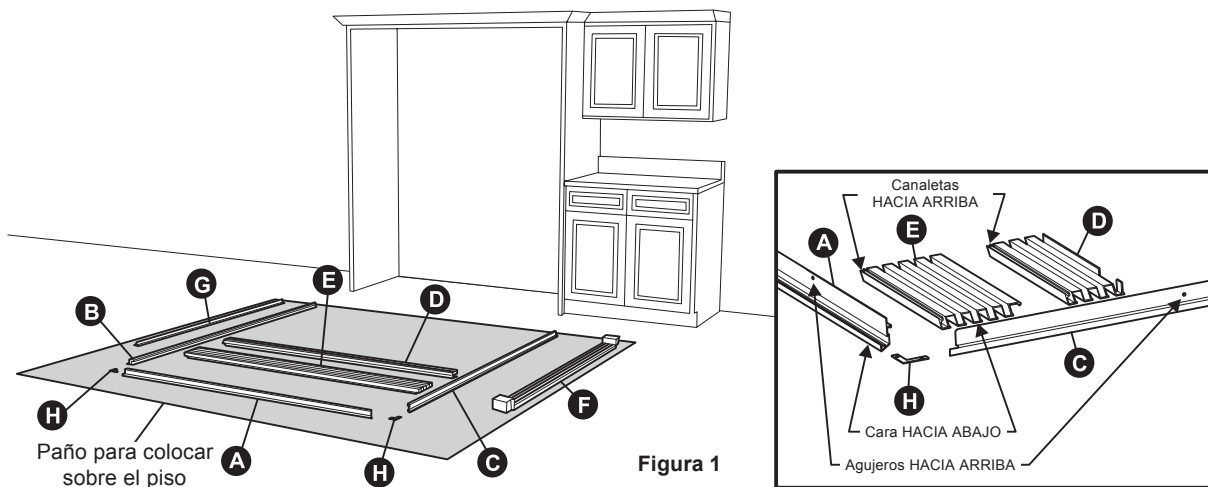

Figura 1
1. Coloque las piezas boca abajo en un área despejada. Vea la figura 1.